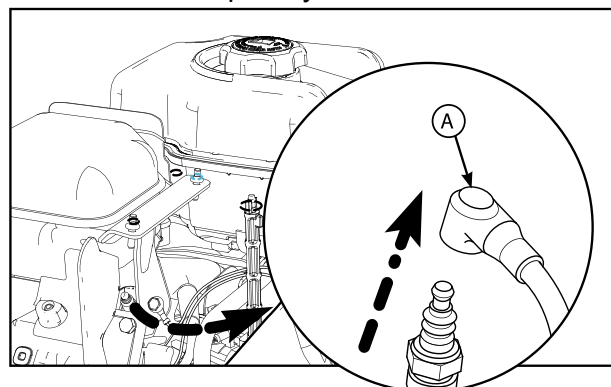

Рис. 12
1. Когда двигатель заглушен, но еще теплый, отсоедините провод свечи зажигания (А, рис. 12) и отведите его от свечи.